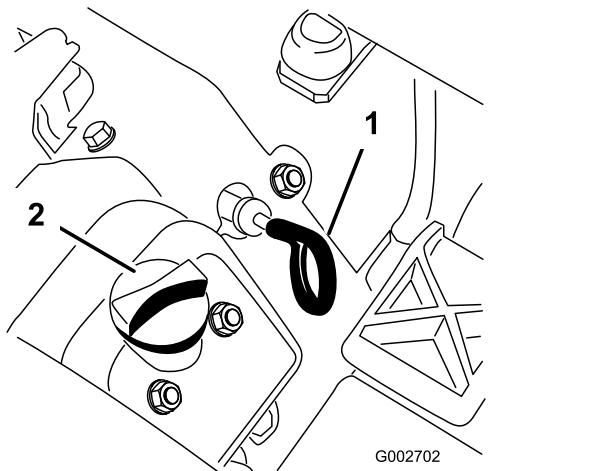

Figure 14
3. Sortez la jauge (Figure 14) et essuyez-la sur un chiffon propre.